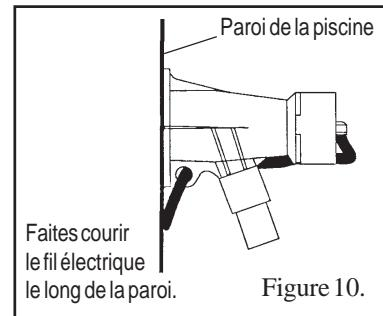

Figure 10.
- Fermez l'arrière du raccord avec le capuchon et tournez le tout de telle manière que le cordon électrique soit dirigé vers le bas (voir figure 10).